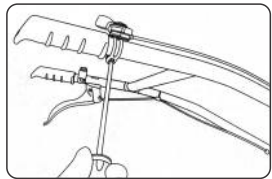

Рис. 11
- На правую рукоятку руля установите рычаг управления дроссельной заслонкой (рычаг газа) (рис. 11).